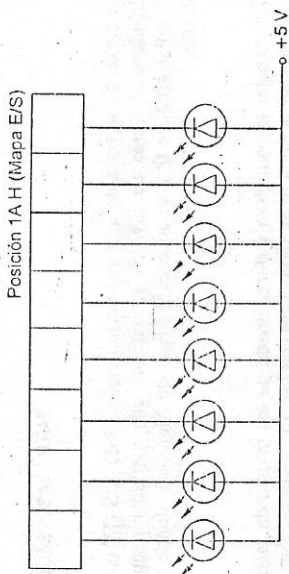

Figura 7.9. Conexión de los ocho diodos LEDS a las ocho líneas del controlador situado en la dirección 1A H del Mapa de E/S del 8085, a través del bus de datos.
**Ejemplo 7.7.** En la posición 1A H del Mapa de E/S del 8085 se ha colocado un controlador que gobierna un conjunto de ocho diodos luminiscentes (LEDS), que están conectados a cada una de las líneas de dicho controlador, según el esquema de la Figura 7.9.